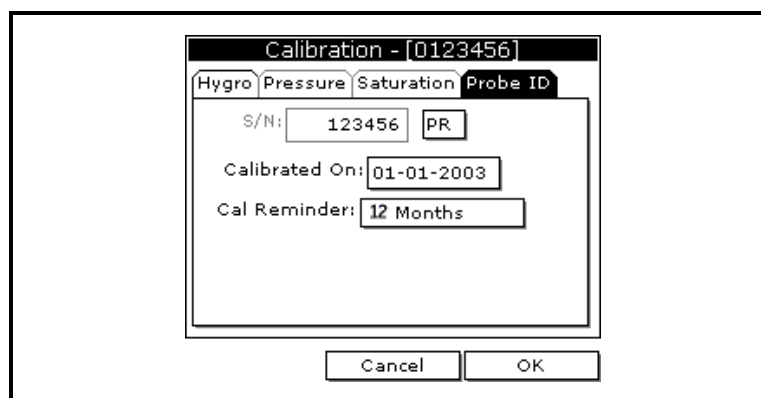

图 1-4 : Probe ID (探针 ID) 窗口
4. 使用方向键滚动至 Probe ID (探针 ID)，然后按 [ENTER] (进入)。随即会出现一个类似于下图 1-4 的屏幕。